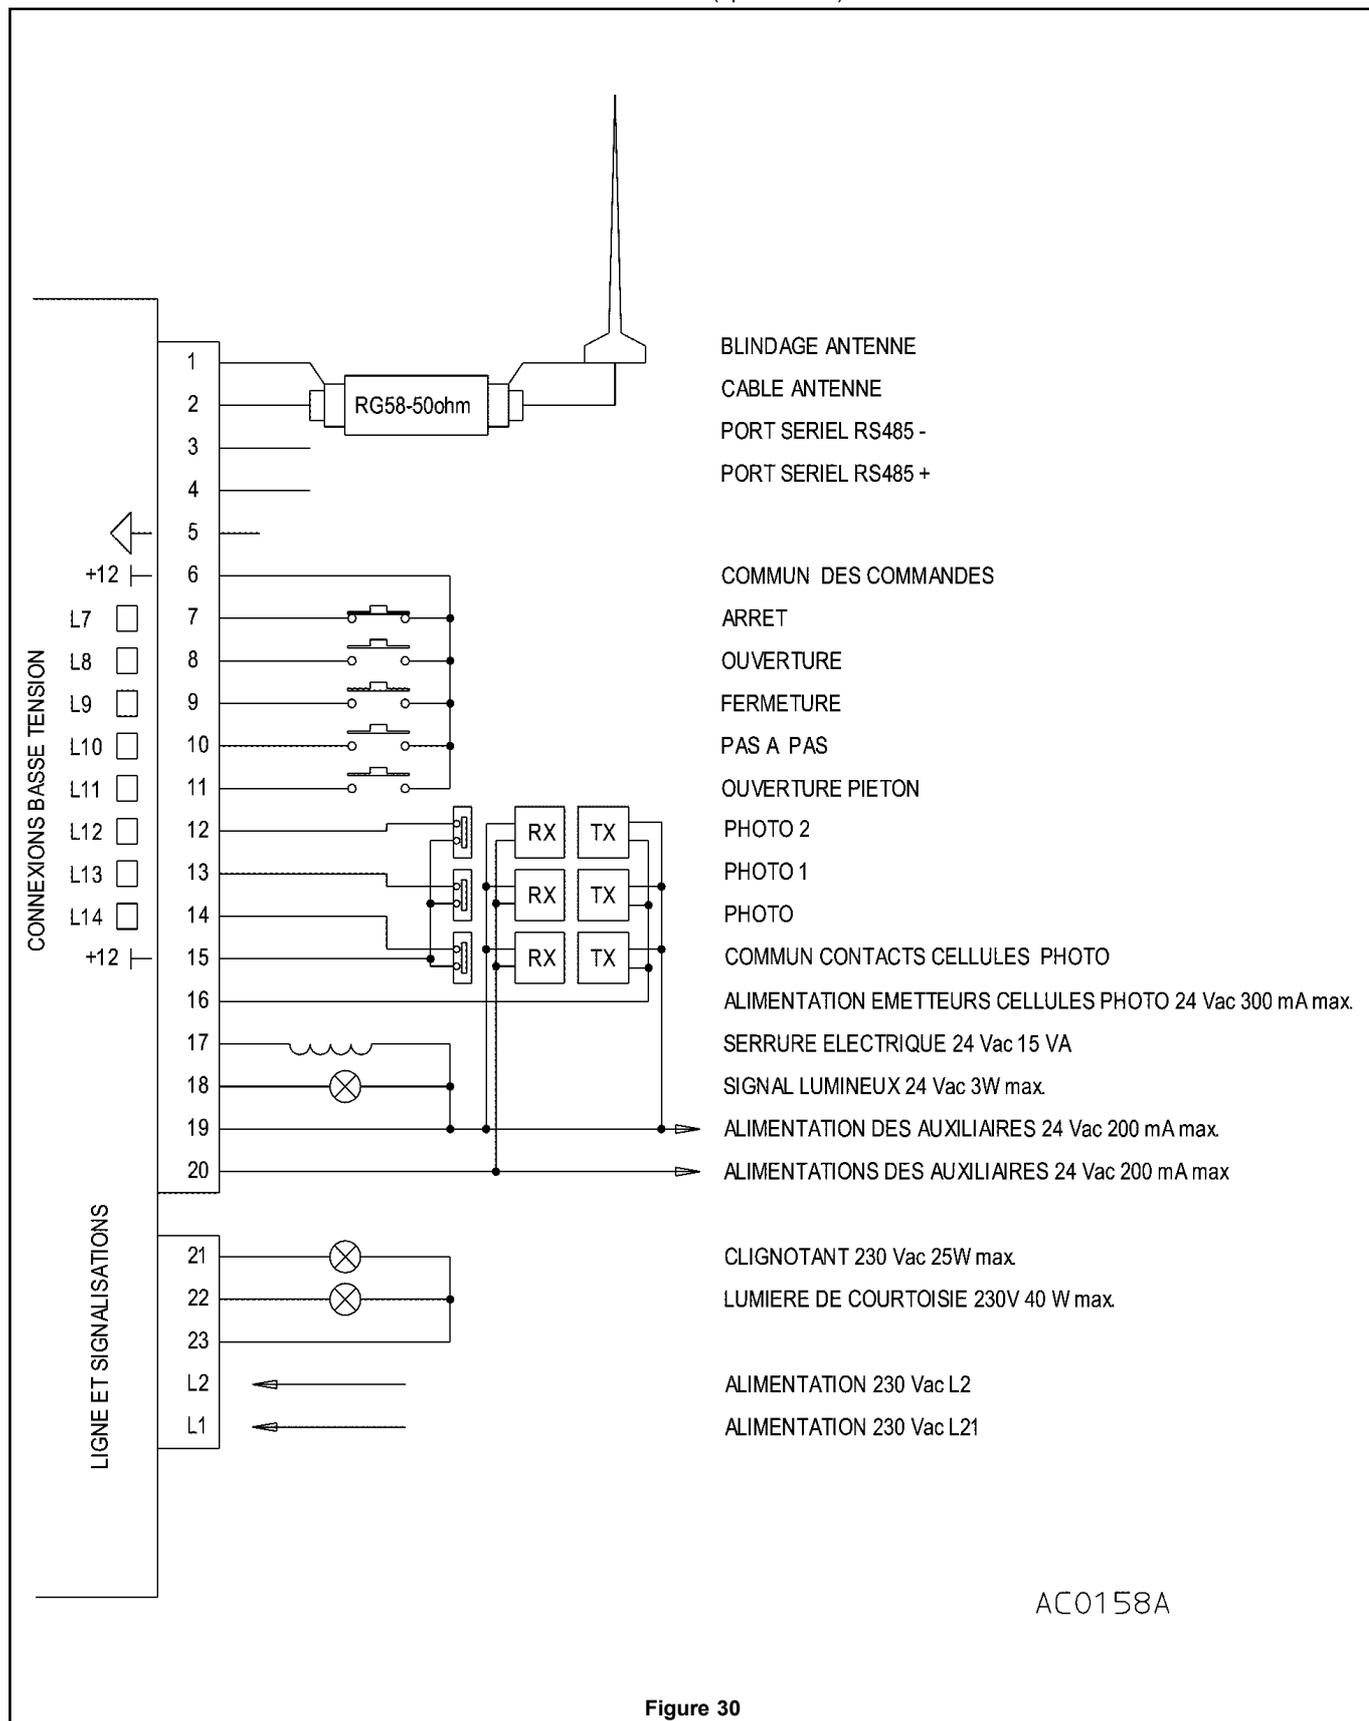

Figure 30
A la fig. 30, est présentée une description des connexions de l'unité de contrôle.
**Tab. 5: Tableau récapitulatif des fonctions des bornes de raccordement – fig. 30, 31, 32, et 34**